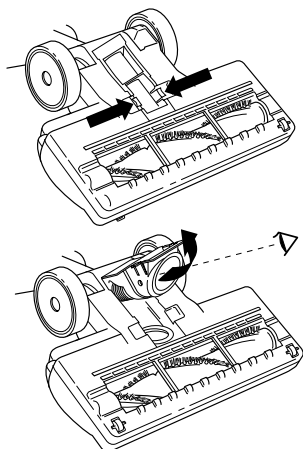

Fig. 31
- Dé vuelta el cepillo eléctrico y separe la manguera presionando las pestañas entre sí y tirando hacia afuera. Extienda la manguera y mire su interior para ver si está tapada. **(Fig. 31)**